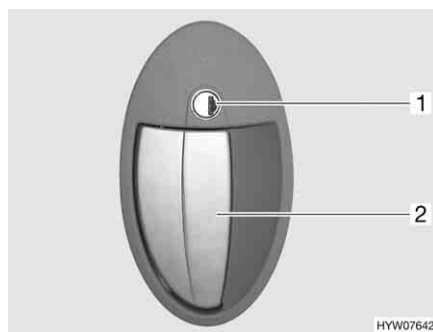

Fig. 17 Serratura della porta, lato esterno
- Inserire la chiave nel cilindro della serratura (Fig. 17,1) e ruotare in senso orario, fino a quando la serratura della porta si sblocca.
- Tirare la maniglia della porta (Fig. 17,2). La porta è aperta.
- Inserire la chiave nel cilindro della serratura (Fig. 17,1) e ruotare in senso antiorario, fino a quando la serratura della porta si blocca.